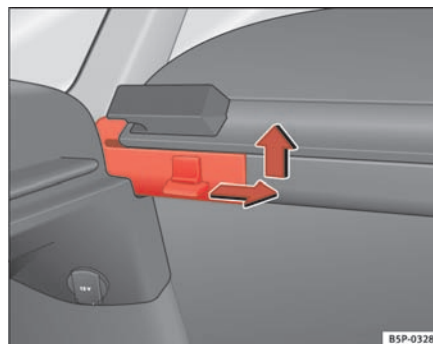

Fig. 125 Afmontering af bagagerumsafdækningen
- Tryk elementet i siden i pilens retning, løft bagagerumsafdækningen fri, og tag den af ⇒ fig. 125.